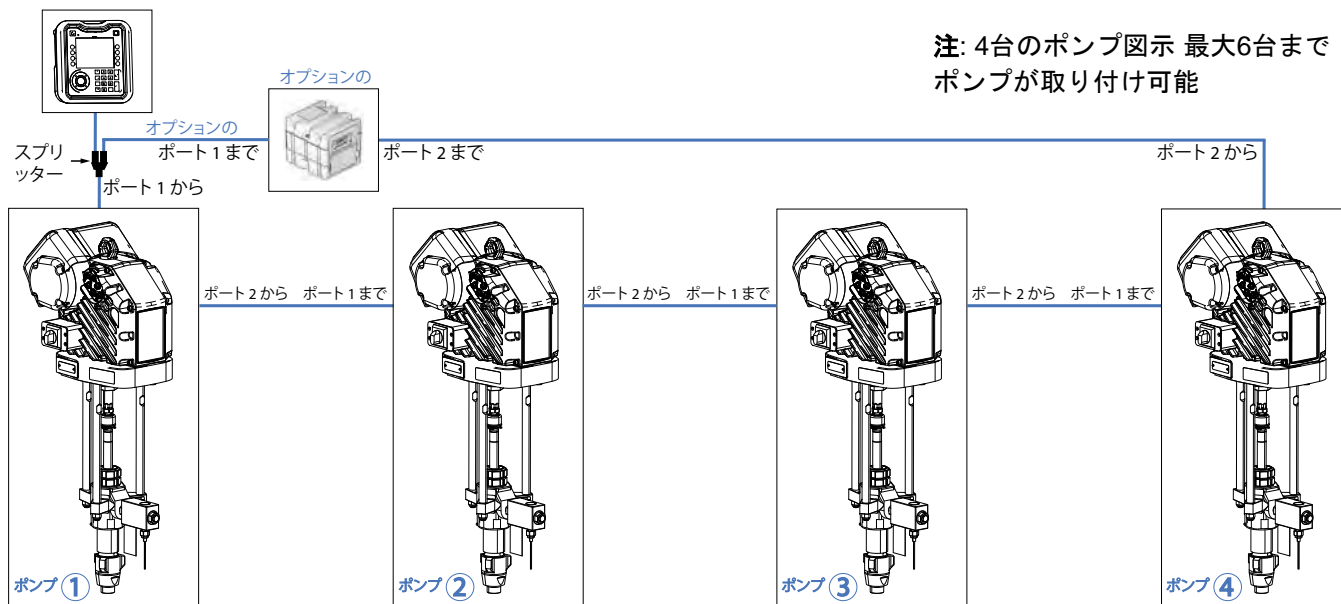

図 11: 複数のポンプの接続
注: 次の手順については、**図 11** を参照ください。**図 11** は、4台のポンプの接続を示しています。ADMは、最初のポンプまたはそのポンプとは別の場所に取り付けが可能です。
1. 最初のポンプ(**図 11**の中のポンプ1として示された)のポート1接続元のCANケーブルをスプリッターに接続します。
注: **図 11**はCGMの構成を示しています。CGMをご使用でない場合、最後のポンプ接続元のCANケーブルは直接にスプリッターへ接続します。